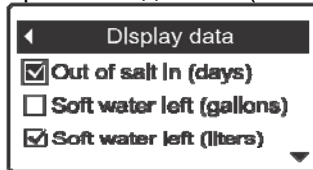

РИС. 114
4. Нажать кнопку ВЫБОР (O) для отображения экрана Отображение данных (См. Рисунок 114).